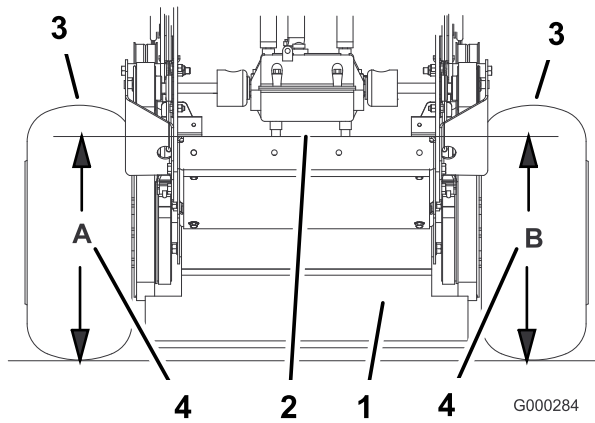

Figura 62
4. Mida la altura de la plataforma del motor en la posición **A** (Figura 62).
- Mida la altura de la plataforma del motor en la posición **B** (Figura 62).